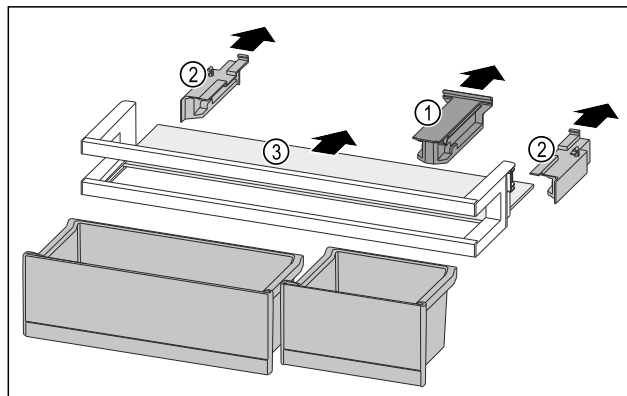

Fig. 148
- ▶ Estrarre l'elemento di tenuta Fig. 148 (1).
- ▶ Togliere gli elementi laterali Fig. 148 (2).
- ▶ Rimuovere il ripiano Fig. 148 (3).